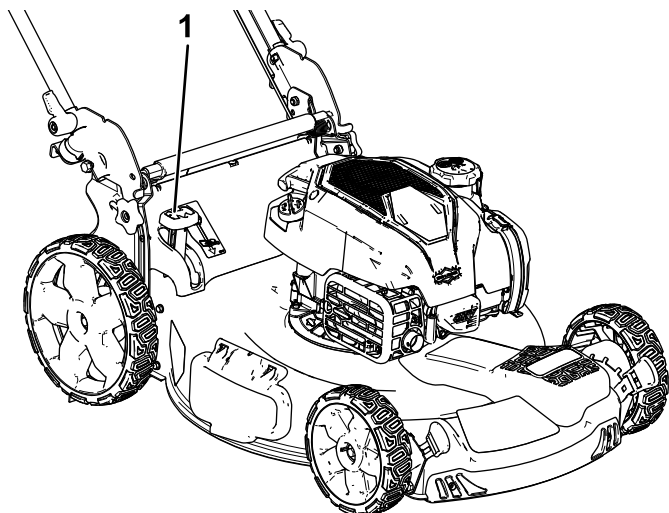

Figura 17
- **Para ensacar los recortes de hierba y hojas,** presione el botón de la palanca de ensacado a demanda y mueva la palanca hacia delante hasta que salte el botón de la palanca (Figura 17).